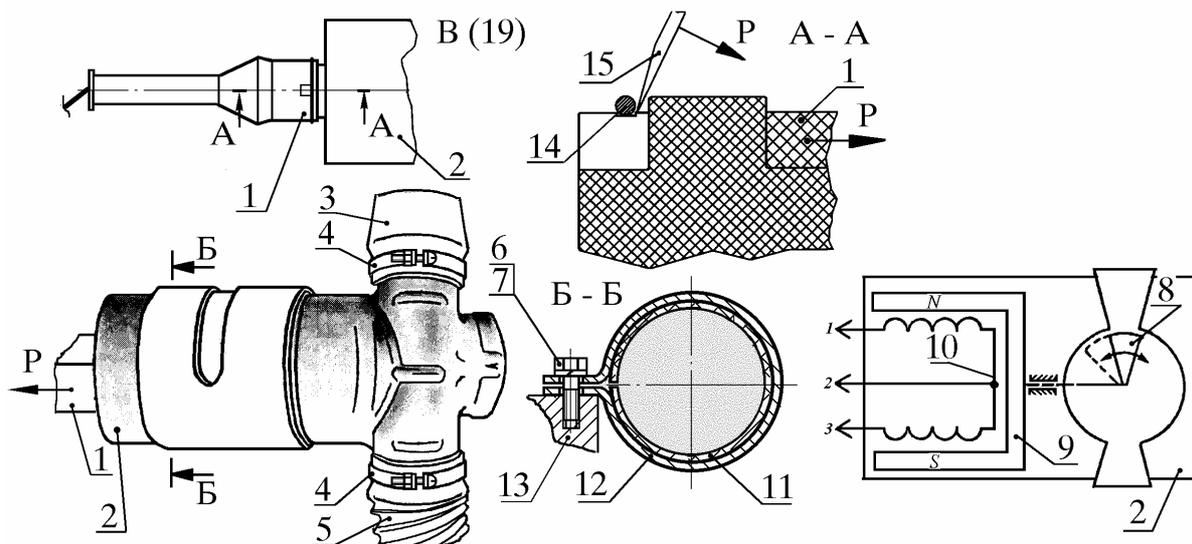

Рис. 34. Снятие регулятора дополнительного воздуха:
19.1. Отсоединить колодку 1 (рис. 34) соединительную жгута проводов КМСУД от розетки регулятора 2 дополнительного воздуха.
3) болты 6 (рис. 34а) крепления регулятора затянуть с моментом от 5 до 8 Н.м (0,5 - 0,8 кгс.м).
6) цвета проводов и места их подсоединения к колодке 1 должны соответствовать указанным на рис. 34а.
Рис. 34а. Установка регулятора дополнительного воздуха: